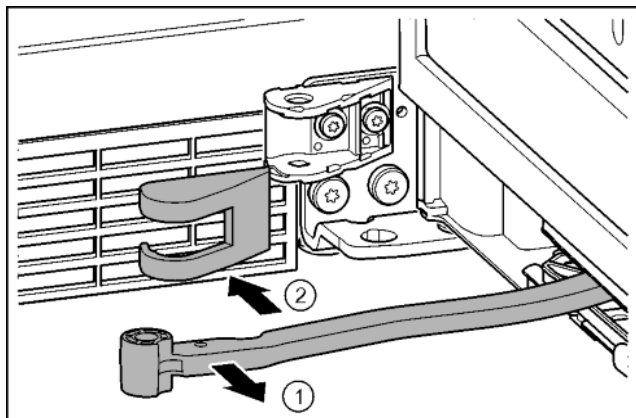

Fig. 18
- ▶ Повернуть шарнир в направлении двери. Fig. 18 (1)
- ▶ Снять крышку. Fig. 18 (2)